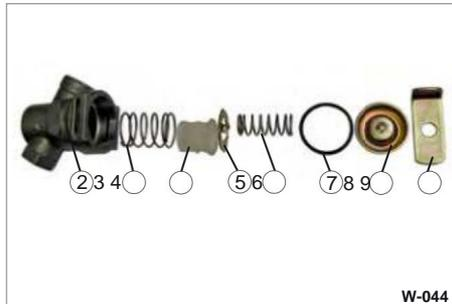

Fig. 48 Filtro di linea smontato
Rotuire il coperchio (Fig. 48/8) verso il basso ed estrarre la staffa (Fig. 48/9).
(Fig. 48/3 e Fig. 48/6), la guarnizione (Fig. 48/7), la piastra intermedia (Fig. 48/5) e il filtro (Fig. 48/4).
ÿ Pulire l'alloggiamento del filtro (Fig. 48/2) con un panno pulito e asciutto.
ÿ Pulire il filtro (Fig. 48/4).
ÿ Controllare la guarnizione (Fig. 48/7) per danni, presenza.
- ÿ Impostare la piccola molla (Fig. 48/6) sulle linguette della piastra intermedia.
- ÿ Posizionare il coperchio (Fig. 48/8) sopra.